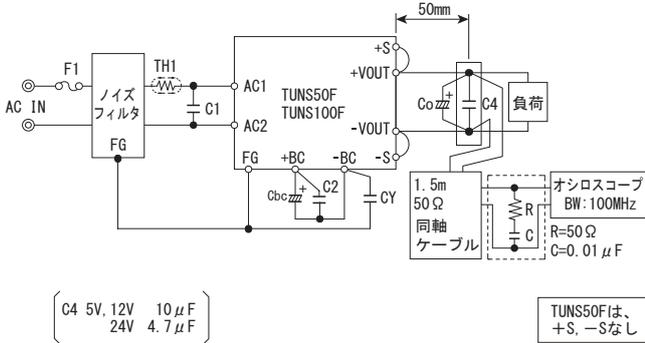

図2.1 電気特性の測定方法
- 出力リップルおよびリップルノイズは、図2.1に規定する方法にて測定した値です。